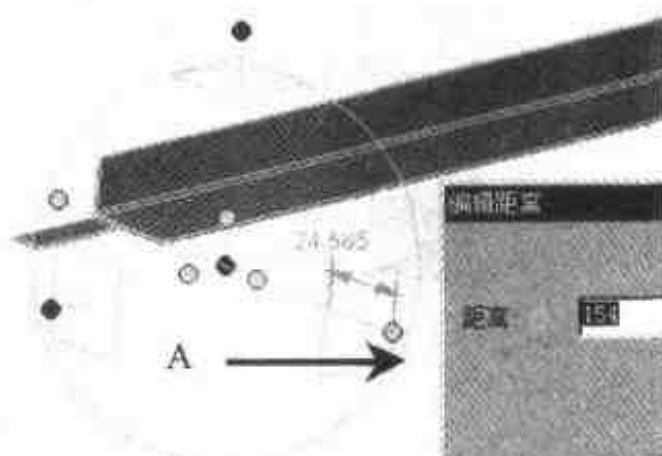

图 4.126 移动独立的三维球
- (3) 单击如图 4.126 所示的处于独立状态的三维球手柄(A), 向右拖动手柄, 右击显示的距离值, 将该值改为 154, 然后单击【确定】按钮。